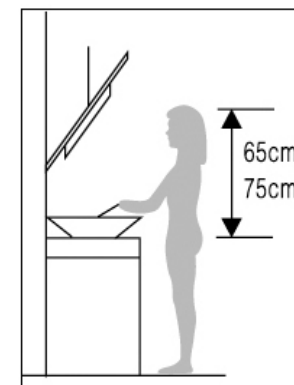

Figura 1
1. Hota aragazului se montează la o distanță de 65-75 cm (26-30 inci) de suprafața de gătit pentru a avea un randament optim. Consultați Figura 1.